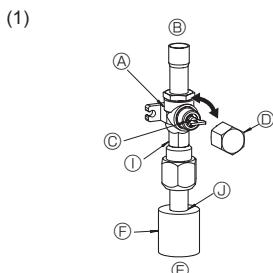
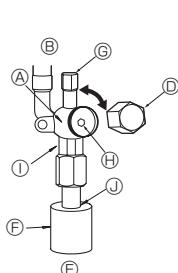

Fig. 4-6
Fig. 4-7
- (1) Gasside på RP100-250 (Fig. 4-6)
- ① Afmonter hætten, træk håndtaget hen imod Dem og drej en 1/4 omgang mod uret for at åbne.
- ② Kontroller, at stopventilen er helt åben, skub håndtaget ind og drej hætten tilbage til den oprindelige position.
- (2) Væskeside på RP100-250 samt gas-/væskeside på RP35-71 (Fig. 4-7)
- ① Fjern dækslet, og drej ventilspindlen mod uret så langt som muligt vha. en 4 mm sekskantet skruenøgle. Stop med at dreje, når den når stopperen (ø9,52: ca. 10 omgang).